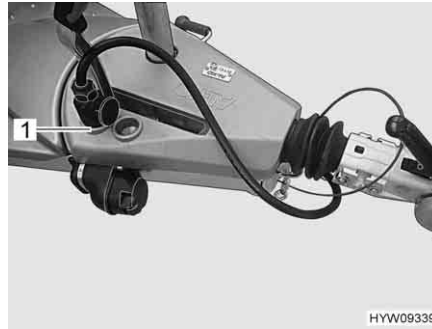

Fig. 15 Spina a 13 poli (posizione di parcheggio)
- Rimuovere la spina a 13 poli dalla presa di sicurezza e innestarla in posizione di parcheggio (Fig. 15,1).